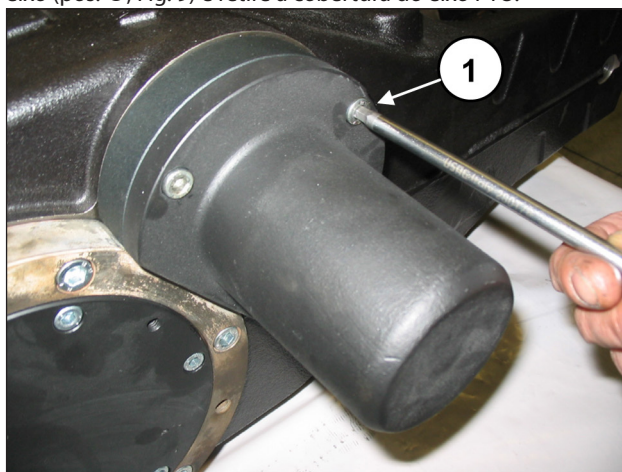

Fig. 9
Solte os parafusos de fixação da cobertura da extremidade do eixo (pos. ①, Fig. 9) e retire a cobertura do eixo PTO.